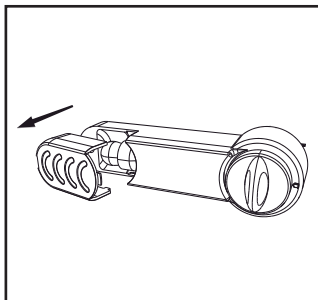

Figura 2
- Retirar o protetor da lâmpada (figura 2).